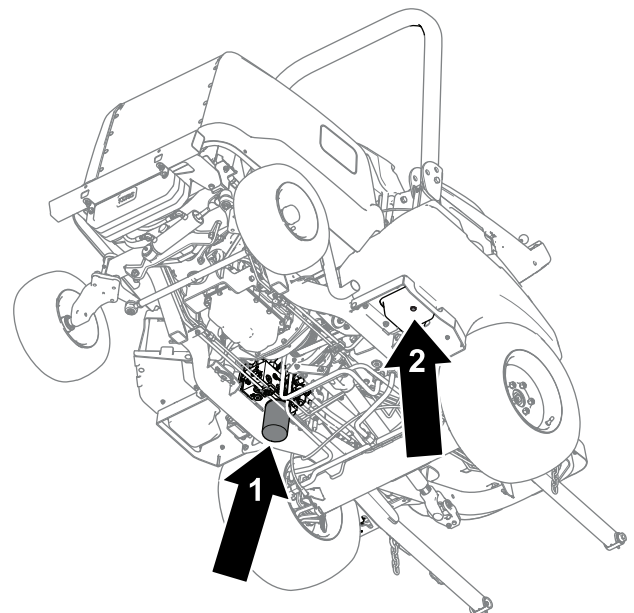

Figura 80
4. Retire el tapón de vaciado (Figura 80) de la parte inferior del depósito y deje que se drene el aceite hidráulico al recipiente.
6. Coloque un recipiente de vaciado debajo del filtro (Figura 80), retire el filtro y deje que se drene el aceite restante en el recipiente.